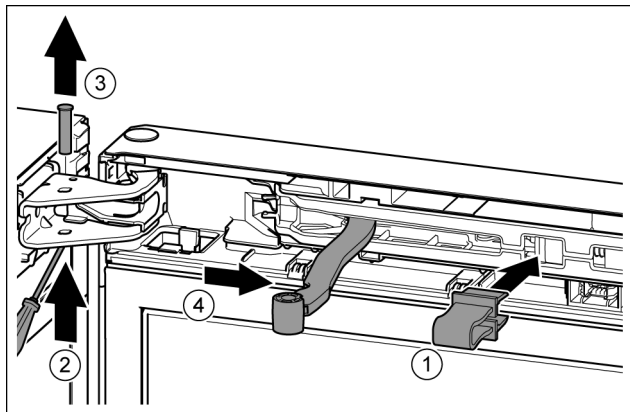

Fig. 10
- ▶ Borging in de opening klikken. *Fig. 10 (1)*
- ▶ Bout met schroevendraaier eruit schuiven. *Fig. 10 (2)*
- ▶ Bout vanaf de bovenkant eruit halen. *Fig. 10 (3)*
- ▶ Scharnier in de richting van de deur draaien. *Fig. 10 (4)*